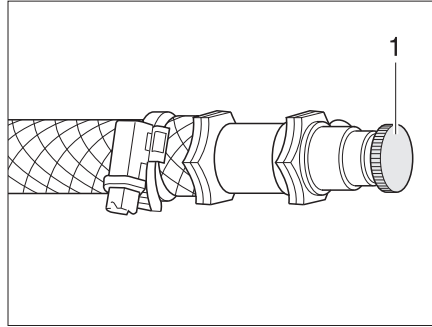

Fig. 258 Válvula de purga de la calefacción de agua caliente
- Abrir la válvula de purga (Fig. 258,1) y dejarla abierta hasta que deje de salir aire.